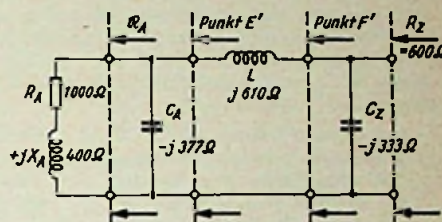
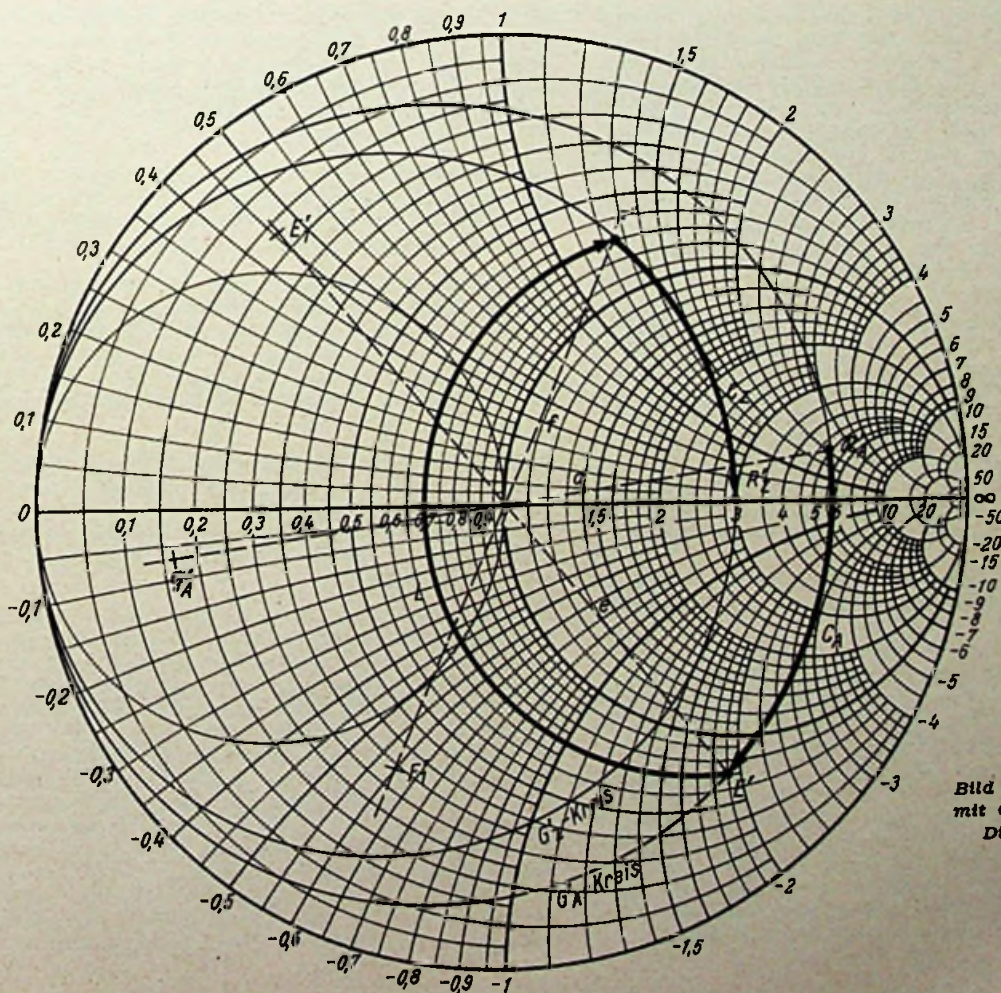

Bild 3. Beispiel für eine Transformation mit Collinsfilter
Bild 4. Eine Transformation mit Collinsfilter im Smith-Diagramm dargestellt
Ein Antennenwiderstand $\mathfrak{R}_A = (1000 + j400) \Omega$ soll auf den (reellen) Wellenwiderstand $R_Z = 600 \Omega$ einer Speiseleitung angepaßt werden, siehe Bild 3.
in das Smith-Diagramm, Bild 4.
3. Da sowohl zu \mathfrak{R}'_A als auch zu R'_Z ein Blindwiderstand parallelgeschaltet wird, sind die zugehörigen Leitwertkreise in das Diagramm einzuzichnen (bezeichnet mit G'_Z und G'_A in Bild 4). Ihre Mittelpunkte liegen auf der reellen Achse und sie gehen beide durch $R = 0; X = 0$.
4. Parallelschalten einer Kapazität C_A zum Antennenwiderstand (Bild 3), d. h. im Diagramm (Bild 4) von \mathfrak{R}'_A aus auf
dem G'_A -Kreis rechtsdrehend nach unten, und zwar so weit, bis ein R-Kreis geschnitten wird, der einen kleineren Zahlenwert aufweist als dem geforderten R'_Z -Wert entspricht, hier < 3 . In Bild 4 wurde der Schnittpunkt mit dem $R = 0,7$ -Kreis gewählt, Punkt E'.
5. Eine Induktivität L in Reihe schalten (Bild 3) bedeutet im Diagramm (Bild 4) rechtsdrehende Bewegung (nach oben) auf dem $R = 0,7$ -Kreis, bis der G'_z -Kreis getroffen wird, Punkt F .
6. Jetzt gelangt man zu dem geforderten R'_z -Wert von 3 durch rechtsdrehendes Fortschreiten (nach unten) auf dem G'_z -Kreis, das bedeutet wieder ein Parallelschalten einer Kapazität C_z zu dem durch Punkt F gekennzeichneten Widerstand (siehe auch Bild 3).
Die Werte der parallel zu schaltenden $|X_C|$ -Werte müssen durch Inversion bestimmt werden. Dazu werden im Diagramm (Bild 4) die Inversionslinien durch F (Linie f) und E' (Linie e) sowie R'_A (Linie a) gezeichnet, die durch den Kreismittelpunkt (1) gehen.